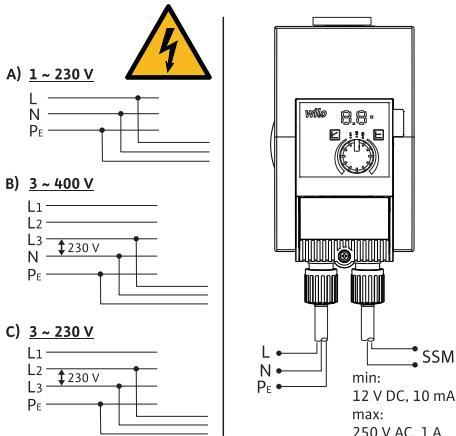

Fig. 3: Prijungimo galimybės
- Prijunkite prie 230 V žemos jātampos tinklų. Jungiant prie IT sistemu („Isolé Terre“ maitinimo tinklo) jātampikite, kad jātampa tarp fazų (L1-L2, L2-L3, L3-L1 → Fig. 3) neviršija 230 V. Gedimo (jāzeminimo) atveju jātampa tarp fazinių jungčių ir PE neturi viršyti 230 V.